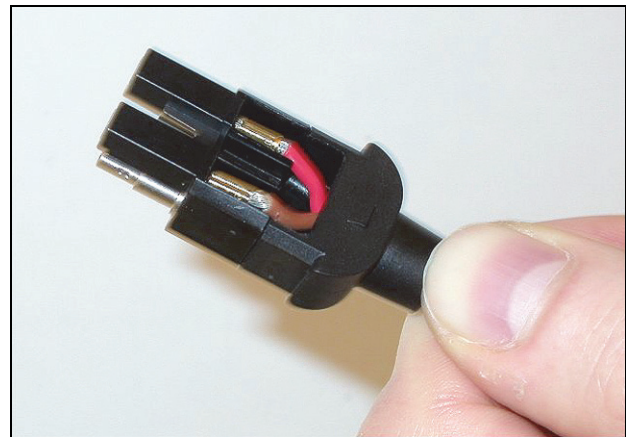

abbildung 30.34: Zusammenbau von Montageblock/hinterem Gehäuse
- 29 Setzen Sie den Montageblock in das hintere Gehäuse (siehe abbildung 30.34).